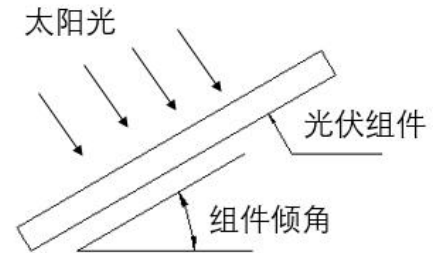

图 1 光伏组件安装倾角示意图
- 太阳能光伏组件的安装倾角指的是光伏组件表面与地平面之间的夹角，如图 1 所示。光伏组件正对太阳时功率输出最大。